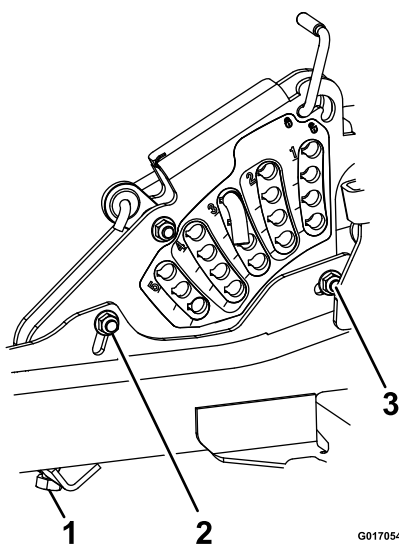

Figura 41
14. Si las pletinas de ajuste de la carcasa delantera no tienen holgura suficiente para lograr la altura de corte precisa con la inclinación necesaria, puede utilizarse el ajuste de un solo punto (ver Figura 41).